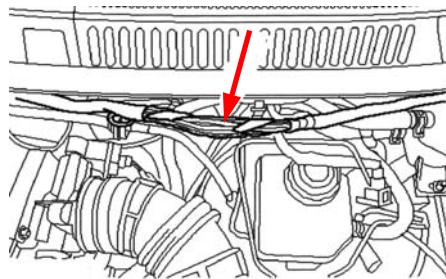
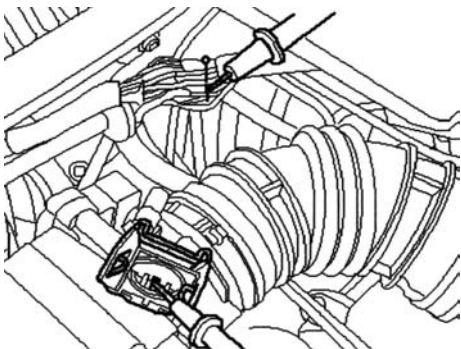

Fig. 2
Fig. 3
- Retirar el aislamiento del mazo de cables (en la parte superior del compartimento del motor, v. fig. 2). Dado que los colores de los cables del sensor están repetidos en el mazo de cables (cable blanco 2x, cable marrón-rojo 2x), es preciso utilizar un multímetro para identificar los cables correctos (control de continuidad, v. fig. 3).